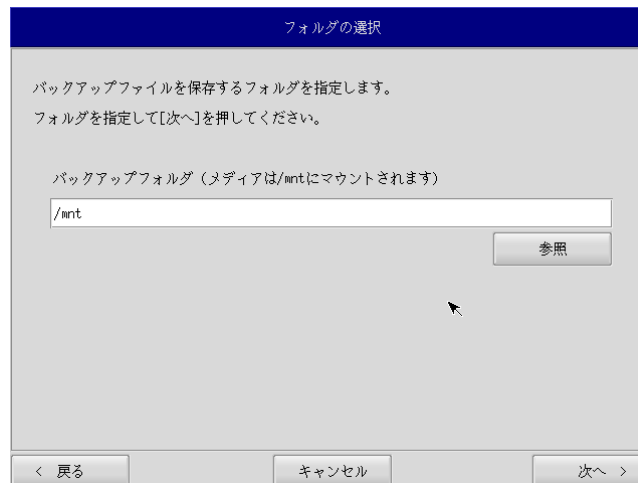

図 6-2-4. フォルダ選択画面
- ⑦ フォルダ選択画面（図 6-2-4）が表示されます。[参照]ボタンを押します。
- ⑨ フォルダ選択画面（図 6-2-4）で指定したバックアップフォルダが入力されていることを確認します。[次へ]ボタンを押します。